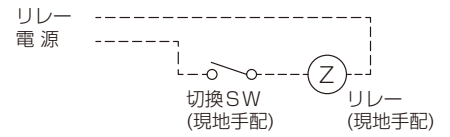

図 11
- 2) 図 11 のように切替 SW、リレーを設けてください。(現地手配)